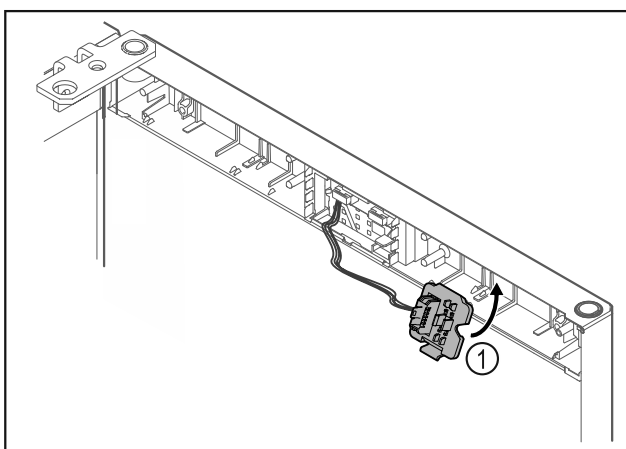

Fig. 17
- ▶ Klik stikholderen Fig. 17 (1) i på den modsatte side.